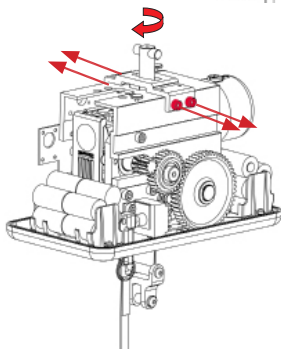

Figura 6. Ajuste del soporte de liberación de corredera rápida
- II. Afloje los cuatro tornillos que sujetan el soporte superior. Gire el soporte de liberación de la corredera rápida al ángulo deseado (figura 6).
- 6) Conecte el cable rojo al contacto del cargador en el lado derecho, el polo positivo de la placa del cargador; y el cable negro en el lado izquierdo (negativo), conforme a la figura 6.